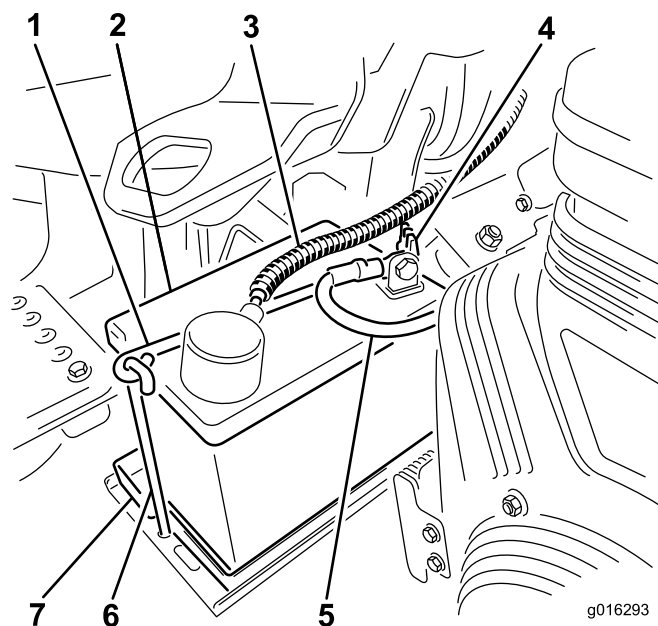

図8
7. バッテリートレイの上にバッテリーを置き、先ほど取り外したクランプと固定具で固定する(図8)。
8. 赤いプラス(+)ケーブルをバッテリーのプラス(+)端子に、黒いマイナス(-)ケーブルはバッテリーのマイナス(-)端子にはめ、ボルトとナットで固定する(図8)。ショート防止のために(+)端子にゴムキャップをかぶせる。